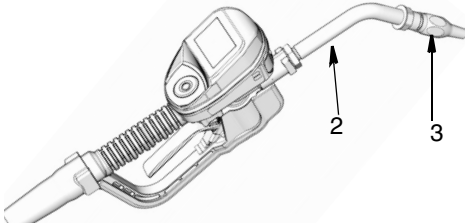

FIG. 11
1. Enrosque la boquilla (3) en la extensión (2) (FIG. 11).